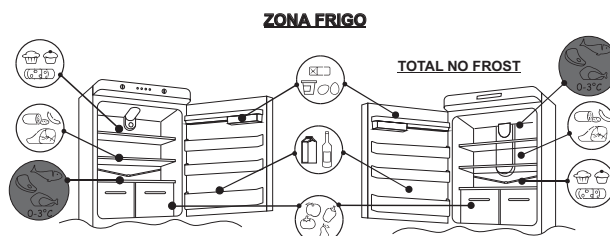

Fig.8
• Per conservare al meglio aroma, sostanza e freschezza dei cibi è consigliabile riporli nel vano frigorifero come è indicato nella fig.8 sottostante, avendo cura di avvolgerli in fogli di alluminio o plastica oppure negli appositi contenitori con coperchio per evitare la contaminazione reciproca.